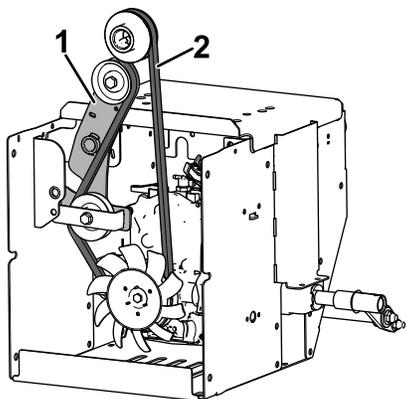

Figura 20
- A. Disponete la cinghia di trazione attorno al gruppo trasmissione idrostatica (Figura 20).
- B. Montate le 2 pulegge di trazione sull'albero a gomiti, e disponete la cinghia di trazione tra le pulegge (Figura 20).
7. **Se riutilizzate la cinghia di trazione**, disponete la cinghia di trazione come illustrato qui di seguito (Figura 20).